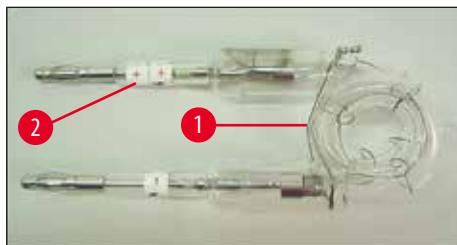
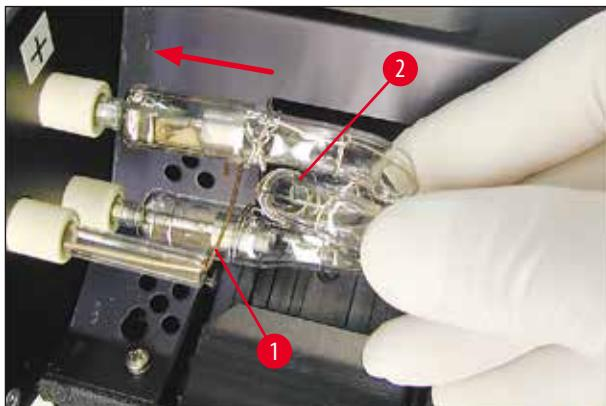

图 21
图 23
- 将新的闪光灯泡("图 21")插入插座("图 20-3")；然后小心地尽可能将其向里推("图 23") (不再能看到极性标记(+))。如有必要，轻轻地上下移动闪光灯泡。